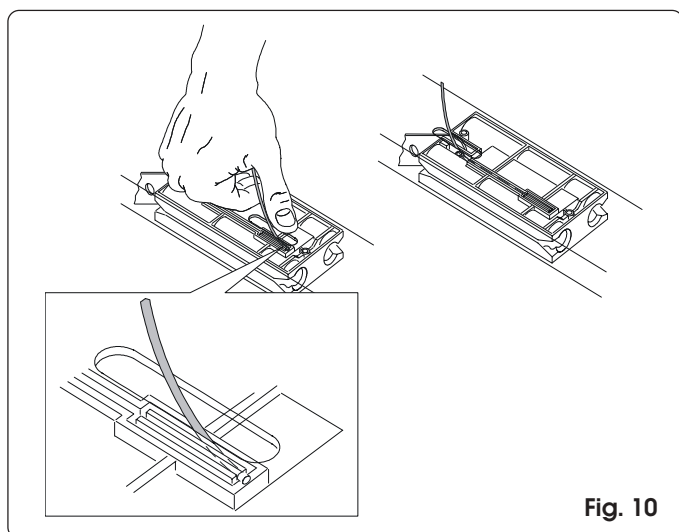

Fig. 10
- 2) Introduire l'extrémité du câble dans le logement rouge prévu à cet effet (fig. 10).